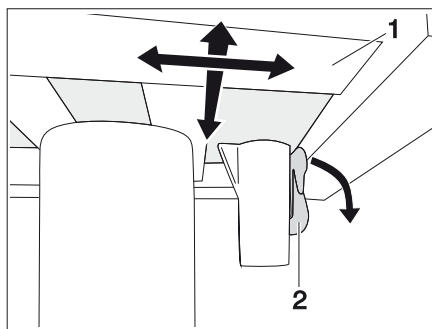

Bild 103 Spärr bord med en pelare (låst)
- Fäll ned spärren (Bild 103,2).
- Förskjut bordsskivan (Bild 103,1) till önskat läge.
- Fäll upp spärren (Bild 103,2) igen.